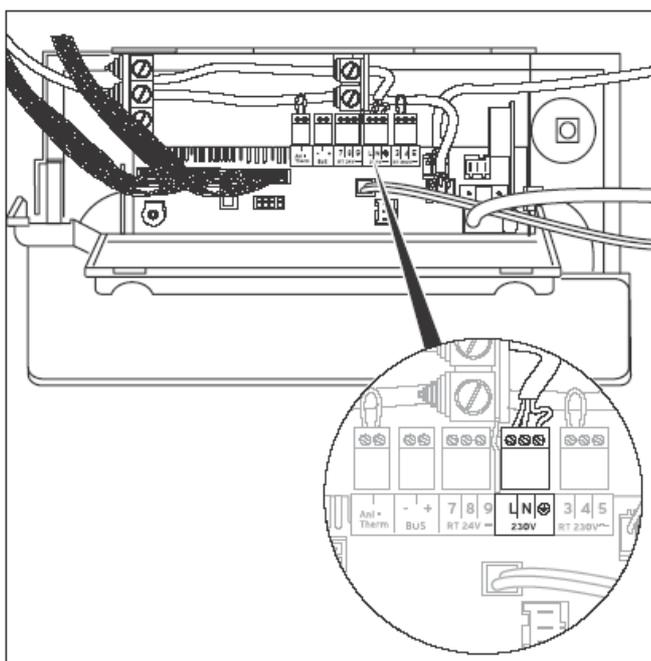

Abb. 4.8 Netzzuleitung anschließen
- Klemmen Sie die Netzzuleitung an den dafür vorgesehenen Klemmen ⊕, N und L des System ProE an (siehe Abb. 4.8).